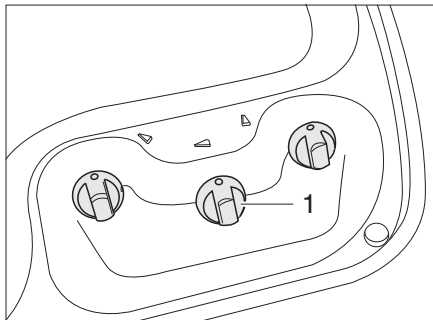
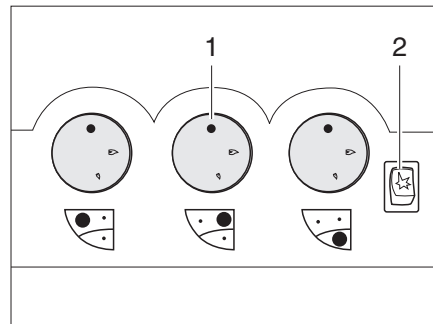

Fig. 202 Elementos de mando para la cocina de gas (variante 1)
Fig. 203 Elementos de mando para la cocina de gas (variante 2)
- Girar el regulador giratorio (Fig. 202,1 ó Fig. 203,1) correspondiente al quemador deseado a la posición de encendido (llama alta).
- Si hay una tecla de encendido (Fig. 203,2): Generar chispas pulsando la tecla de encendido.